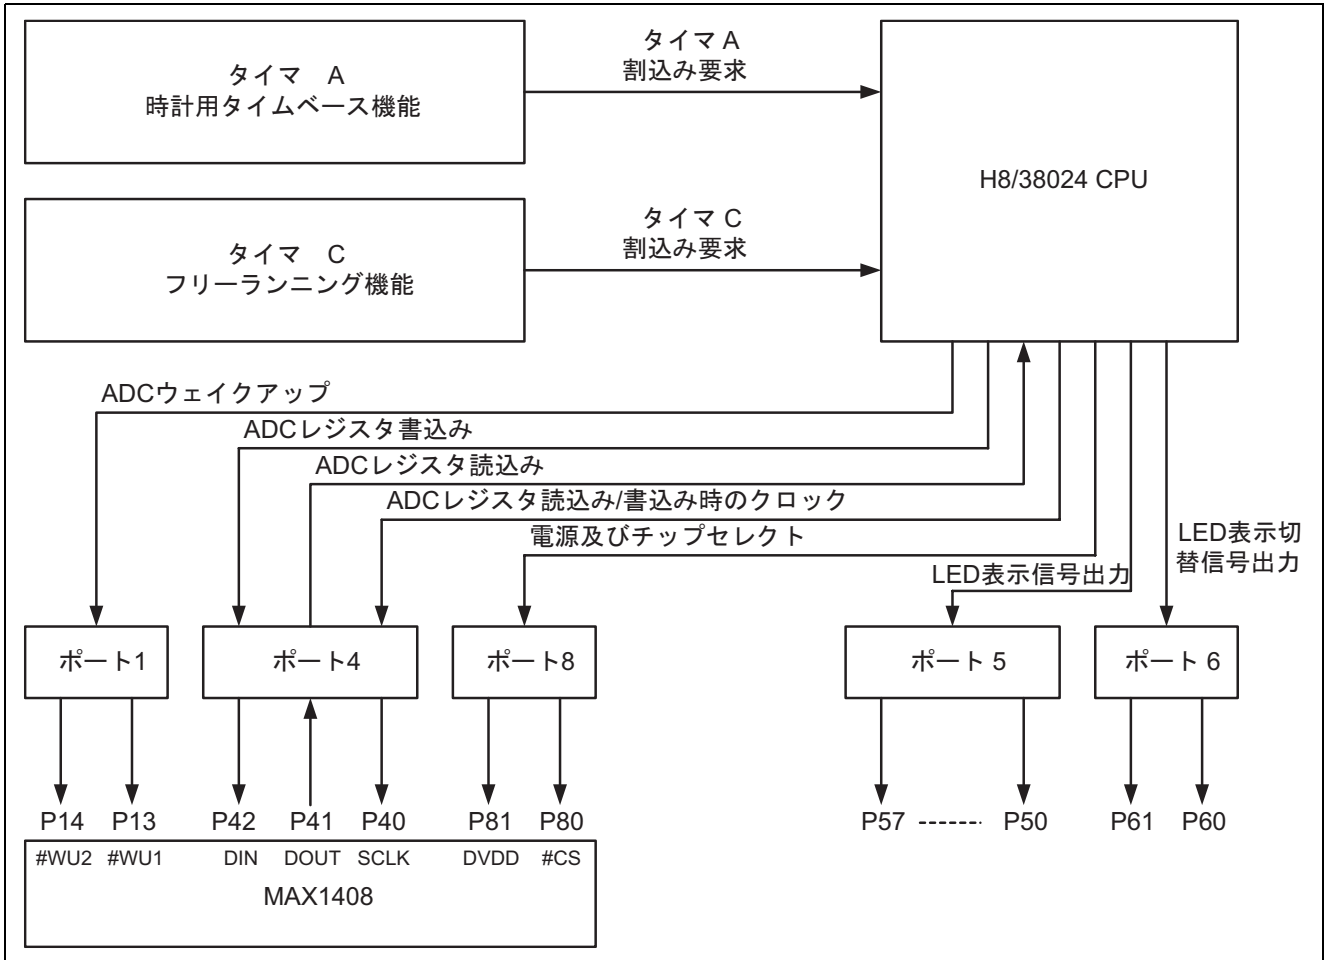

図 4 使用機能ブロック図
1. 図 4 に本タスク例における H8/38024 の使用機能のブロック図を、表 1 に機能割付けを示します。